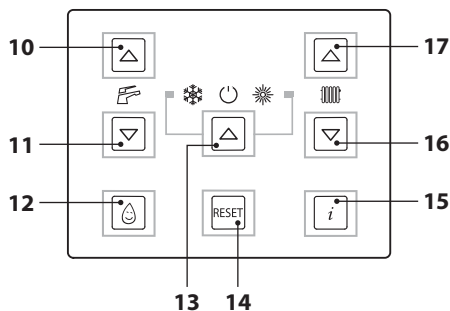
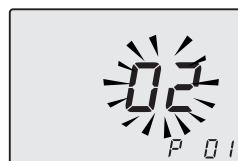

Рисунок 5.35
Рисунок 5.36
- Войти в "режим программирования", нажав одновременно и удерживая в течение 10 секунд кнопки 13-16-17 (Рисунок 5.35) до появления на ЖК дисплее кода **P01**, который сменяется значением параметра, указывая на вход в "параметр 01" (Рисунок 5.36).
- Чтобы подтвердить внесенное значение, нажать кнопку 13 (Рисунок 5.35).